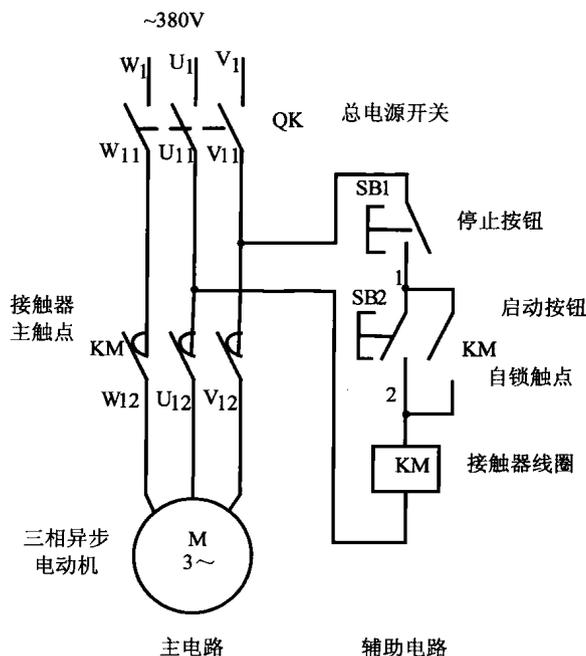
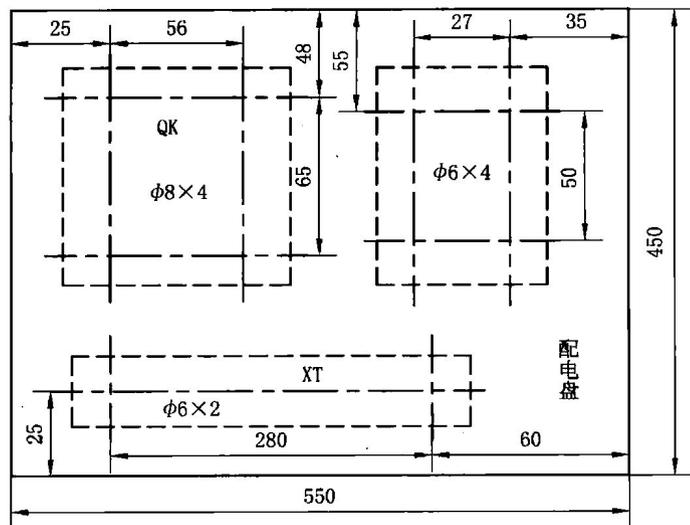
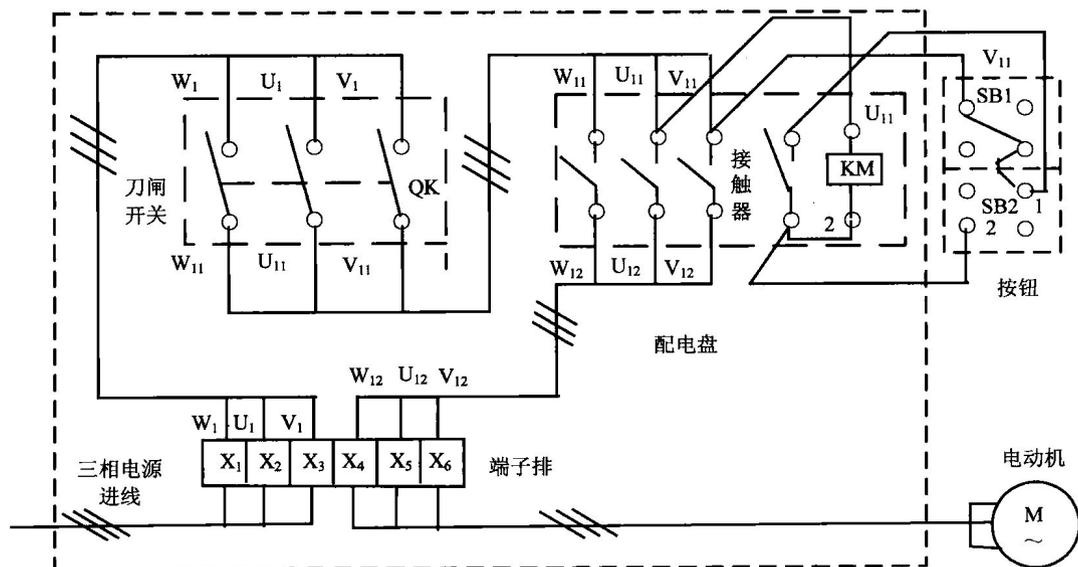
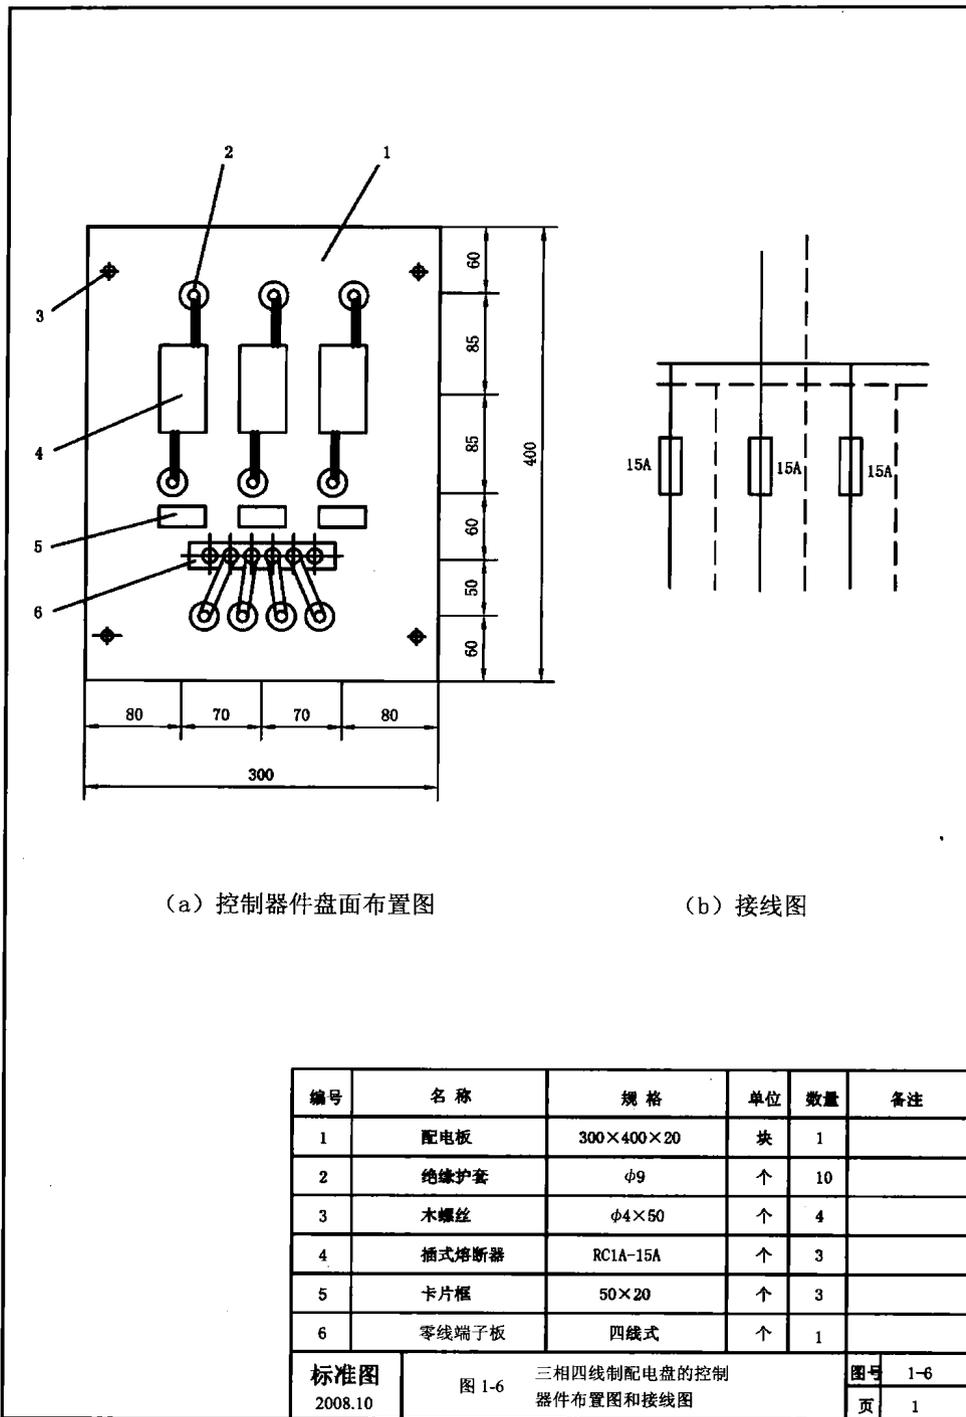

图 1-3 用交流接触器控制三相异步电动机启动与停止的电气原理图
图 1-4 用交流接触器控制三相异步电动机启动的控制器件板面布置图
图 1-5 用交流接触器控制三相异步电动机启动的接线图
图 1-6 三相四线制配电板的控制器件布置图和接线图
这里所列举的用交流接触器控制三相异步电动机启动与停止的电气原理图如图 1-3 所示。
由图 1-3 所示电路可见，主电路包括有总电源开关（QK）、接触器（KM）主触点、三相异步电动机（M）；辅助电路包括有停止按钮（SB1）、启动按钮（SB2）、交流接触器线圈（KM）、交流接触器的自锁触点（KM）。电路图交流接触器采用了展开绘制的方法。主电路中用到接触器的主触点，辅助电路中有接触器线圈和自锁（辅助）触点。
电气原理图中采用展开法绘制的控制器件，同一个器件（如图 1-3 中的接触器线圈、主触点、辅助触点）必须用同一个文字符号（例如 KM）标明。
电气原理图必须表达清楚电气设备和控制器件的动作原理（即电路工作过程），必须表达清楚控制与被控制的关系。图 1-3 所示电路中的总电源开关 QK，是控制主电路和辅助电路与电源接通和关断的总开关。辅助电路中的 SB2 是使接触器线圈得电的开关，而 SB1 是使接触器线圈失电的开关，即 SB2 和 SB1 控制接触器线圈得电与失电；接触器主触点用来控制电动机 M 通电与断电。
电气安装接线图分为控制器件板面布置图和控制器件接线图两种。控制器件板面布置图, 应该清楚画出各控制器件在配电板(盘)上明确的位置, 各控制器件之间的距离以及固定各控制器件所需的钻孔位置和钻孔尺寸。用交流接触器控制三相异步电动机启动的控制器件板面布置图如图 1-4 所示。接线图应该画出各控制器件之间连线及具体的连接方法。用交流接触器控制三相异步电动机启动的接线图如图 1-5 所示。其三相四线制配电盘的控制器件位置图和接线图如图 1-6 所示。
通过对图 1-3、图 1-4、图 1-5、图 1-6 四张图的比较, 可见电气原理图、控制器件板面布置图及电气接线图有很大区别。下面介绍电气接线图和控制器件板面布置图的画法。
- (1) 电气接线图必须保证电气原理图中各电气设备和控制器件动作原理的实现。
- (2) 电气接线图只标明电气设备和控制器件之间的相互连接线路而不标明电气设备和控制器件的动作原理。
- (3) 电气接线图中的控制器件位置要依据它所在实际位置绘制。
- (4) 电气接线图中各电气设备和控制器件要按照国家标准规定的电气图形符号绘制。
- (5) 电气接线图中的各电气设备和控制器件, 其具体型号可标在每个控制器件图形旁边, 或者如图 1-6 所示, 画表格说明。
- (6) 实际电气设备和控制器件结构都很复杂, 画接线图时, 只画出接线部件的电气图形符号。
- (1) 控制器件板面布置图, 就是控制器件在配电板(盘)上的实际位置。
- (2) 准确标明各控制器件之间的尺寸。
- (3) 图中的各控制器件要严格按照国家有关标准绘制。如图 1-6 所示。
- (4) 对于大型电气设备的安装位置图, 只画出机座固定螺栓的位置和尺寸。